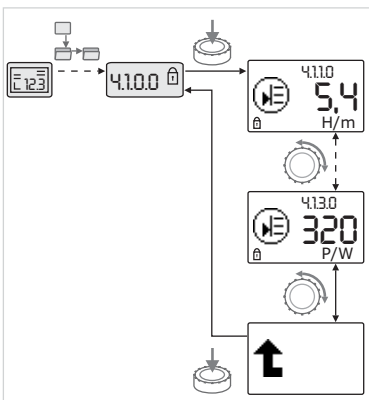

Fig. 40: Вызов информации
- Вращая кнопку управления, можно управлять элементами типа «Информация» текущего подменю (см. Fig. 40). Пояснения настроек, обозначенных символами, см. в таблице в главе 8.7 «Указатель элементов меню» на стр. 231.